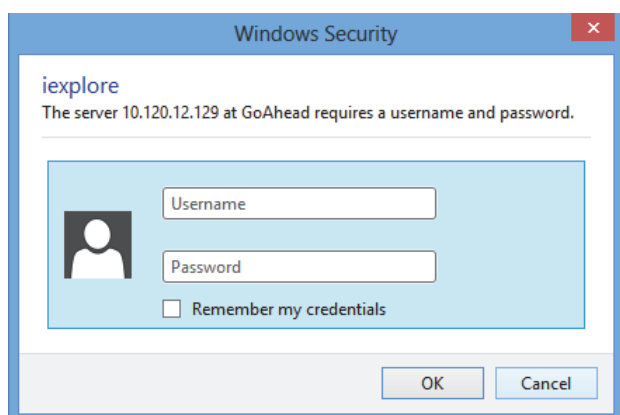

figura 37.7: Janela de início de sessão
- 4 Clique no botão *Continue* para aceder à interface da web. Aparece um ecrã semelhante ao da figura 37.7.